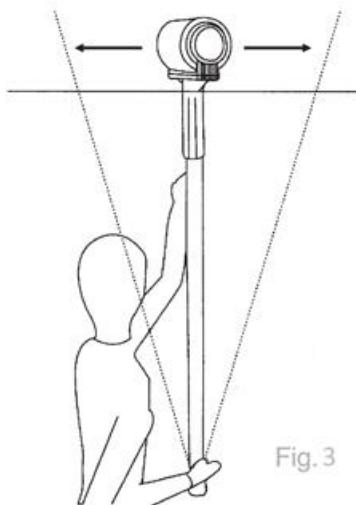

Fig. 3
4. Quando si usa l'asta, assicurarsi sempre di essere posizionati direttamente sotto il peso del rullo (Fig. 3).